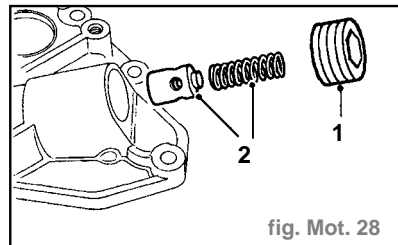

fig. Mot. 28
- Enlever le bouchon (1) et le jeter (fig. Mot. 28).
- Déposer le ressort et le plongeur (2) de la soupape de sûreté.